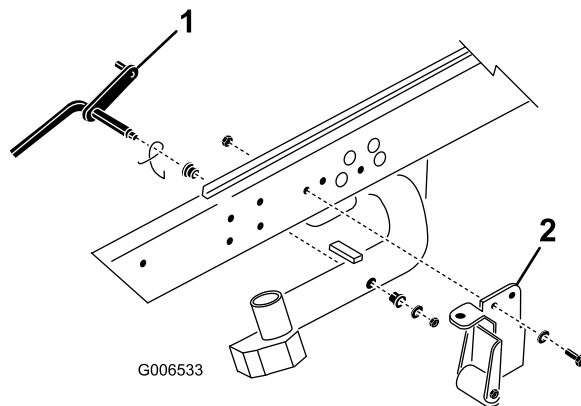

Figure 3
1. Enlevez le contre-écrou et la rondelle qui fixent la tige de pivot au bras de relevage N° 2 (Figure 3). Enlevez la tige de pivot et le ressort du bras de relevage. Répétez la procédure pour les bras de relevage N° 1 et 3.
Remarque: Le support avec galet et les autres supports du dispositif de basculement ne sont pas nécessaires pour utiliser les plateaux de coupe DPA (Figure 3). Ils peuvent être déposés au besoin.